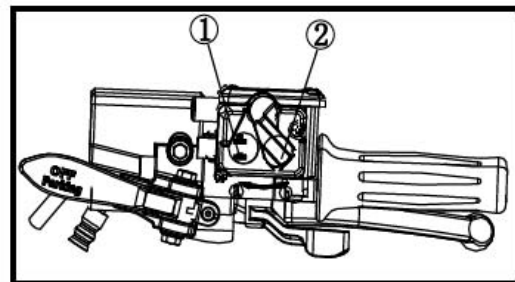

Рис.2 Флажок ② в положении ②
Переключатель блокировки дифференциала переднего моста "LOCK" / "4WD" Рис.2 поз. ①